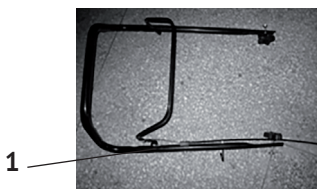
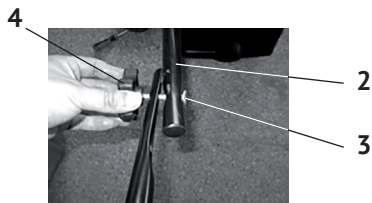

рис.4
рис.5
6.3 Крепление рукоятки управления (рис.4 поз.1) с рычагом к штангам (рис.5 поз.2). Порядок сборки показан на рис.4 и 5 Совместив крепёжные отверстия штанг и рукоятки, вставить болты (рис.5 поз.3) и зафиксировать их гайками-барашками (рис.5 поз.4).